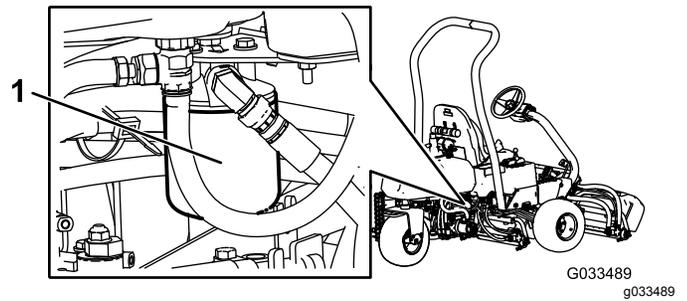

Figure 53
3. Répétez les opérations 1 et 2 pour le filtre hydraulique droit (Figure 53).